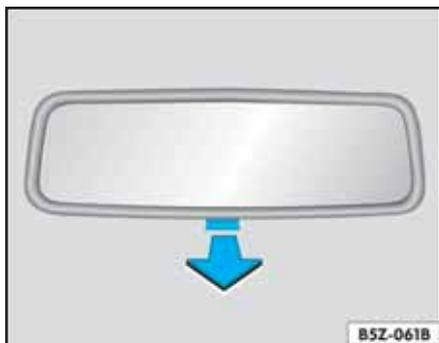

Fig. 80 Detalle de la palanca de la posición antideslumbrante
- Hale la palanca ⇒ fig. 80 -flecha-, para evitar el deslumbramiento de los faros de los vehículos que trafican atrás.